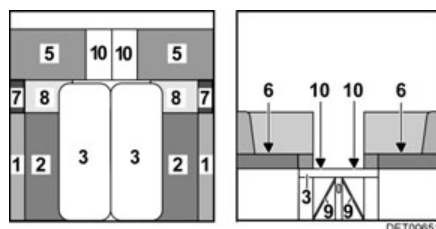

Fig. 146 Pendant la transformation
- Accrocher les planches de rallonge de banquette longitudinale (Fig. 146,6) et poser les coussins correspondants (Fig. 146,7 et 8) dessus.
- Convertir la table (Fig. 146,3) en sommier de lit (voir paragraphe 7.7).
- Tirer la poignée et ouvrir le rabat (Fig. 146,9) des rallonges de banquette.
- Rabattre les rallonges de banquette (Fig. 146,10) vers le haut et enclencher avec les rabats.